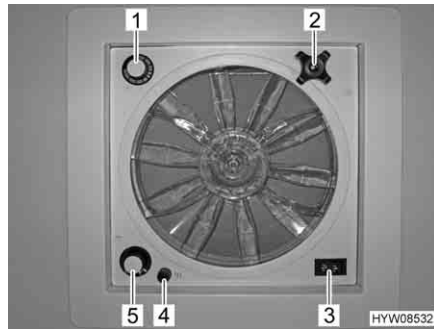

Fig. 51 Oblò con ventilatore
- ▷ Un fusibile da 4 A (Fig. 51,4) protegge da sovraccarico il motore del ventilatore. Se si verifica un sovraccarico: Individuare per prima cosa la causa (ad es. il ventilatore è sporco), poi sostituire il fusibile.
Apertura oblò: ■ Ruotare la maniglia girevole (Fig. 51,2), finché non si raggiunge l'angolo di apertura desiderato.
Aerazione/sfiato: ■ Portare l'interruttore a levetta (Fig. 51,3) su "Aerazione" (flusso d'aria dall'esterno verso l'interno) o "Sfiato" (flusso d'aria dall'interno verso l'esterno).
Spegnimento del ventilatore: ■ Portare l'interruttore a levetta (Fig. 51,3) sulla posizione centrale.
Impostazione della velocità del ventilatore: ■ Posizionare l'interruttore girevole (Fig. 51,5) sul grado desiderato:
Impostazione della temperatura: ■ Ruotare il termostato (Fig. 51,1) fino alla battuta in direzione "blu".